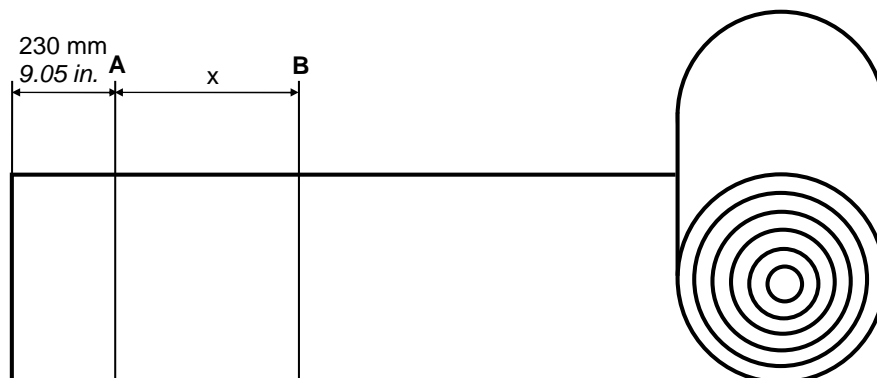

Abbildung 1: Schnitt am Beginn einer neuen Rolle
- Messen Sie 230 mm/9,05 Zoll vom Ende des Riemens/Bandes an ab. Ziehen Sie eine Linie im rechten Winkel quer über den Riemen/das Band (siehe Abbildung 1). Das ist Punkt A. Das Stück Riemen/Band mit einer Länge von 230 mm/9,05 Zoll dient zum sicheren Fixieren unter den Klemmen (24). Das ist nur zu Beginn jeder neuen Rolle notwendig, wenn noch keine Kammverbindung vorhanden ist.